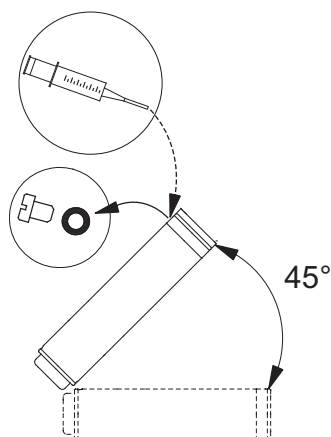

Fig. 3 Position du moteur pendant le remplissage - MS 6000
- Si le moteur a été stocké au préalable, vérifier le niveau du liquide moteur avant de le raccorder à la pompe. Voir fig. 3.
- Vérifier le niveau pour toute maintenance éventuelle. Voir fig. 3.
1. Positionner la pompe immergée comme indiqué à la fig. 3. La vis de remplissage doit se trouver sur le haut du moteur.
3. Injecter le liquide dans le moteur avec la seringue de remplissage jusqu'à ce que le liquide déborde. Voir fig. 3.